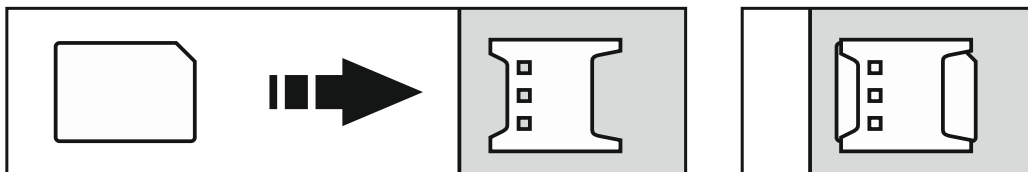

Abb. 8. Montage der nano-SIM-Karte.
2. Installieren Sie im Modul die SIM-Karte / SIM-Karten (Abb. 8).